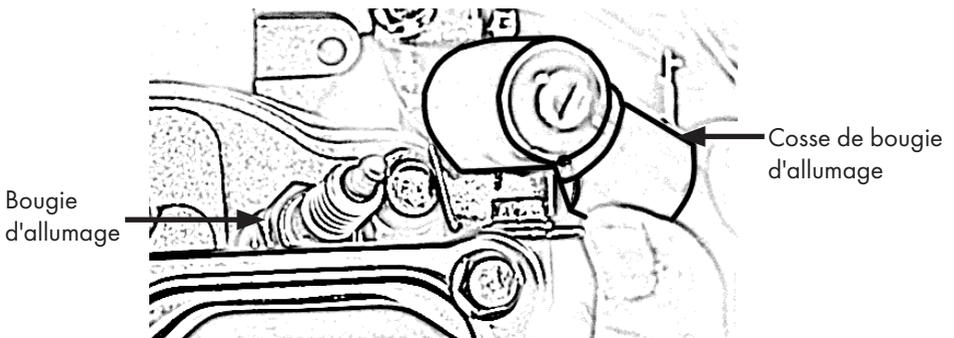

Figure 31
- Retirez la cosse de la bougie, fig. 31.